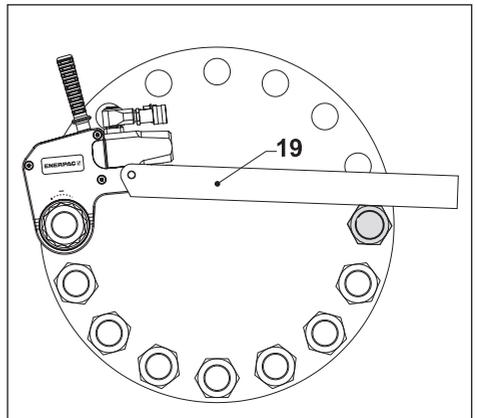
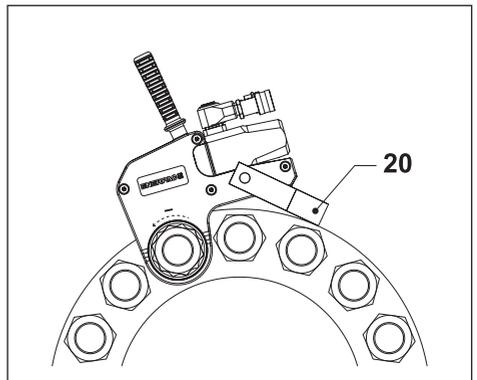

图 11
图 12
4.3.4 使用延长反力臂 (图 11)
- 将 WTE 系列延长反力臂 (19) 靠在合适的反力点上。反力点将抵消操作扳手所产生的力。
4.3.5 使用反力板 (图 12)
- 将 WRP 系列反力板 (20) 靠在合适的反力点上。反力点将抵消操作扳手所产生的力。